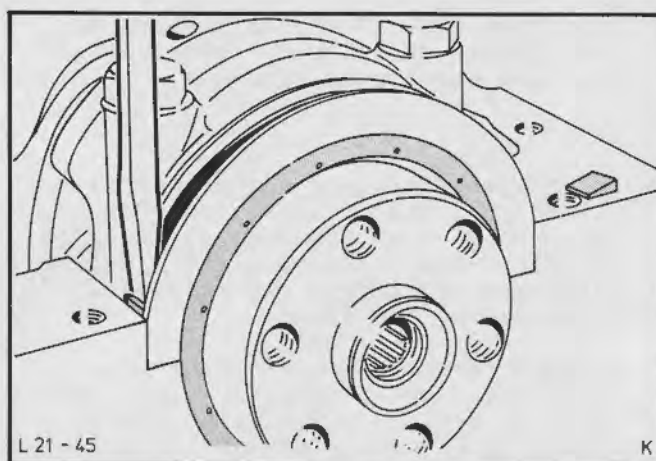

Fig.56. Driv bageste hovedlejeoverfalddes tætningskiler ind
40. Smør bageste hovedlejeoverfalddes tætningskiler med tætningsmiddel (reserveredelsnr. A70SX-19554-BA) og driv dem ind med en stump skruetrækker, Fig. 56.